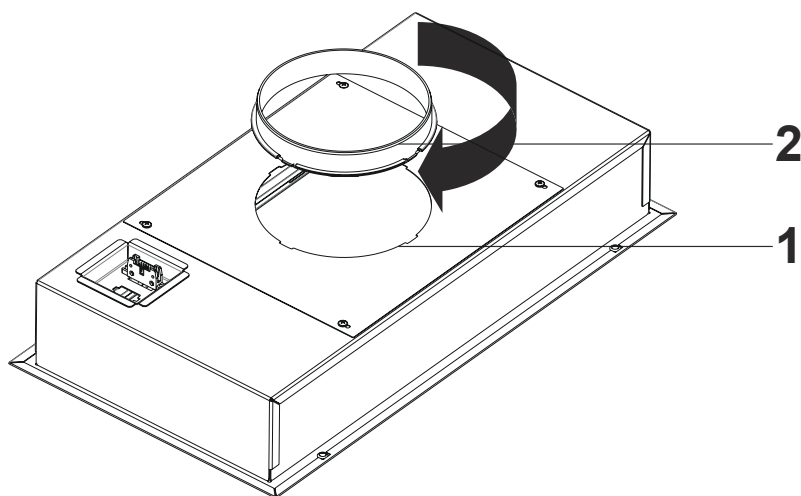

Fig. 21
9. ➤ För in Ø150mm utsugskanalen i det runda hålet och vrid det medurs (Fig. 21).